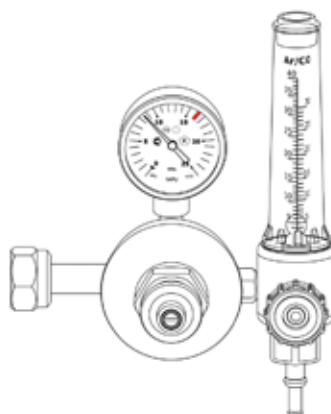

Рис. 12.0.4. Расход защитного газа.
6. С помощью регулятора (См. рис. 12.0.4) установите необходимый расход защитного газа (от 4 до 20 л/мин в зависимости от выполняемых задач или См. таблицу 12.11.3).